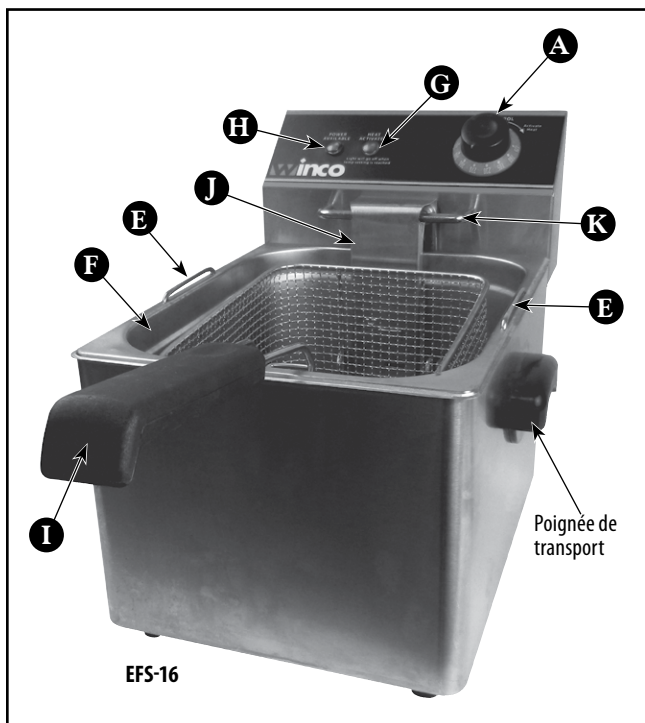

Figure 1. Caractéristiques et commandes pour EFS-16 & EFT-32
- A MOLETTE DE CONTROLE DE THERMOSTAT** (Figure 1) Utilisé pour régler ou ajuster la température de l'huile. Les chiffres sur le cadran correspondent à la température de l'huile. La position "0" pour s'éteindre.
- E POIGNEE DE LEVAGE DE PUIITS** (Figure 1) Utilisée pour soulever le puits dans et hors de l'unité d'élimination des huiles et de nettoyage.
- F PUIITS AMOVIBLE** (Figure 1) C'est la place pour contenir l'huile et réaliser la cuisson. L'élément chauffant est suspendu dans cette composante.
- G VOYANT DE PRET DE TEMPERATURE** (Figure 1) Ce voyant indique que l'élément est chauffé. Une fois la température atteinte, le voyant s'éteint. L'appareil continuera à maintenir la chaleur et la température avec le cycle ON/OFF. **Ce n'est pas un voyant "ON / OFF"**.
- H VOYANT D'ALIMENTATION** (Figure 1) Il indique que l'appareil est branché et mis sous tension.
- I ASSEMBLAGE DE PANIER DE FRITURE** (Figures 1/4) Avec la poignée amovible.
- J SUPPORT VERTICAL D'ELEMENT** (Figure 1)
- K BARRE DE SUPPORT DE PANIER** (Figure 1)
4. Remplir ou ajouter de l'huile / le shortening solide pour le puits (F). Toujours maintenir le niveau d'huile entre le Haut niveau d'huile (C) et le Bas niveau d'huile (D) comme indiqué sur le support vertical d'élément (J). (Voir Figure 1) Ne pas remplir trop ou pas assez.
5. Réglez la Molette de contrôle de thermostat (A) à la température désirée; le Voyant de Prêt de Température (G) indique lorsque les éléments sont mis sous tension. Si la graisse végétale solide est utilisé, enveloppez l'élément chauffant autour de la graisse et réglez la température entre 200 ~ 250 ° F pour que la graisse puisse fondre lentement car il couvre les éléments chauffants. La graisse fondue ne doit pas dépasser le repère de haut niveau, ni devrait pas descendre en dessous du repère de niveau bas trouvé sur le support vertical d'élément (J). Cela permettra de réduire la fumée et le risque d'incendie.
6. Préchauffez l'huile pour atteindre la température de cuisson recommandée. Lorsque le Voyant de Prêt de Température (G) réalise un cycle, l'huile atteint la température de consigne.